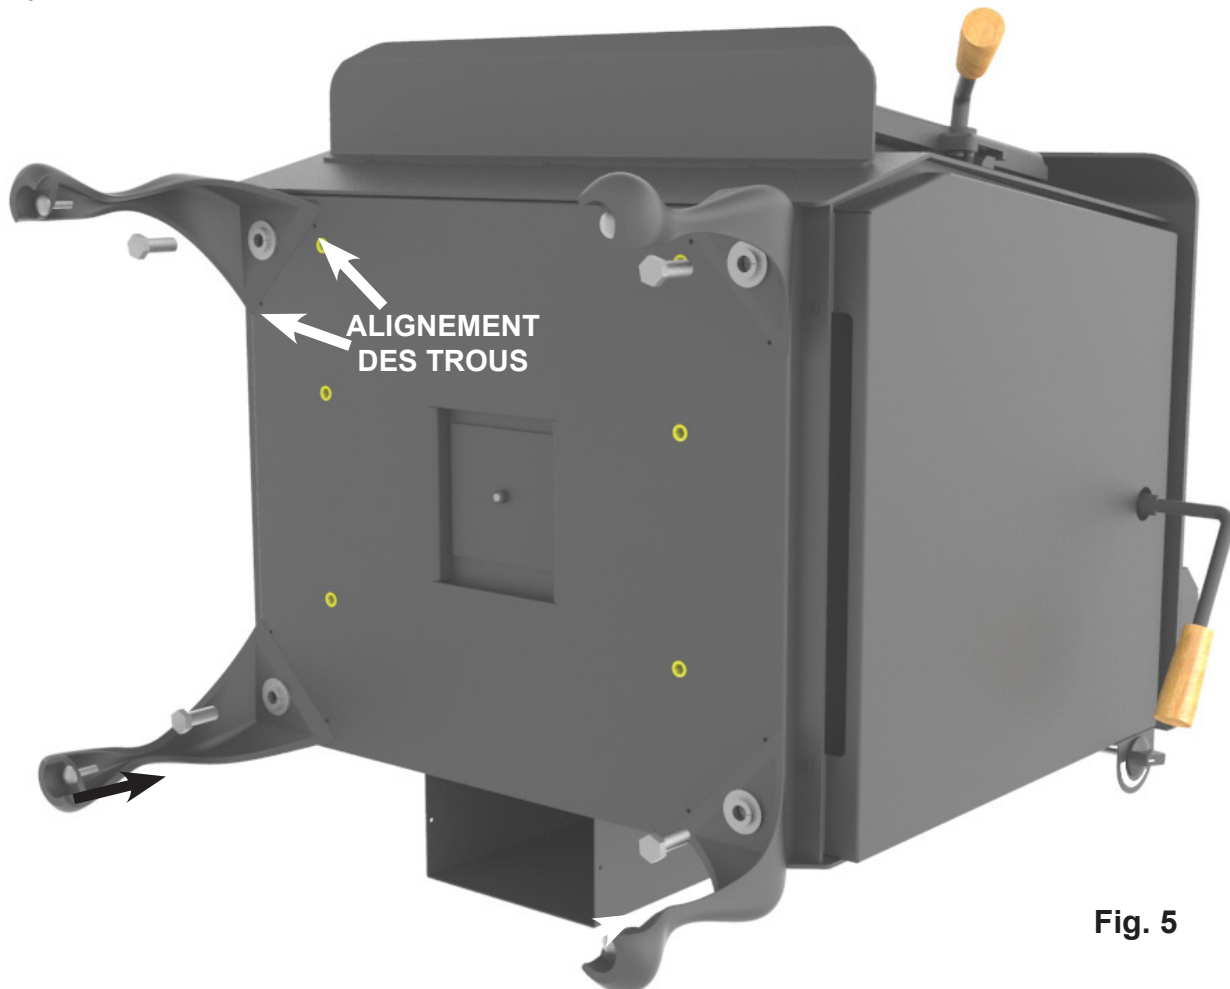

Fig. 5
2. Positionnez chaque patte, en utilisant les trous d'alignement dans la base de l'appareil comme guides. Attachez les pattes à l'appareil à l'aide du matériel fourni avec le kit (**Fig. 5**)